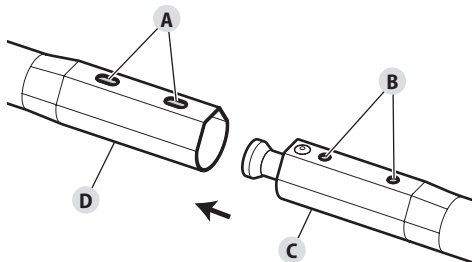

Fig. 5
2. Invierta el segmento superior de la unidad. Los orificios del acople deben quedar hacia arriba (Fig. 5-A).
3. Invierta el segmento inferior de la unidad. Los orificios del alojamiento del eje inferior deben quedar hacia arriba (Fig. 5-B).
4. Empuje el alojamiento del eje inferior (Fig. 5-C) dentro del acople (Fig. 5-D). Los orificios del alojamiento deben estar alineados con los orificios del acople.